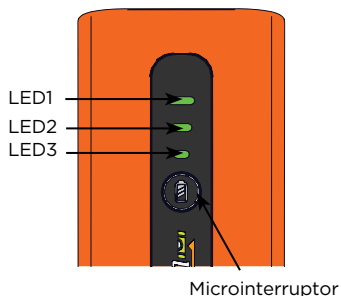

Figura 6
4. Revise el estado del indicador de carga de la batería de iones de litio. Presione el microinterruptor de la batería. Observe qué luces LED se encienden. Consulte la tabla siguiente para determinar el estado de la alimentación de la batería. Las luces LED se apagaran después de tres segundos. (Figura 6)